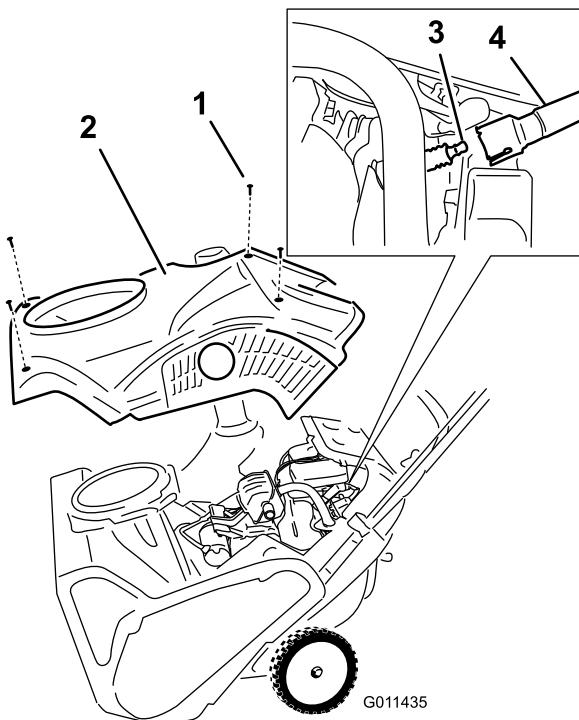

图34
4. 拆下固定保护罩的 4 个螺钉（图34）。
1. 螺钉 (4)
6. 拆下保护罩（图34）。